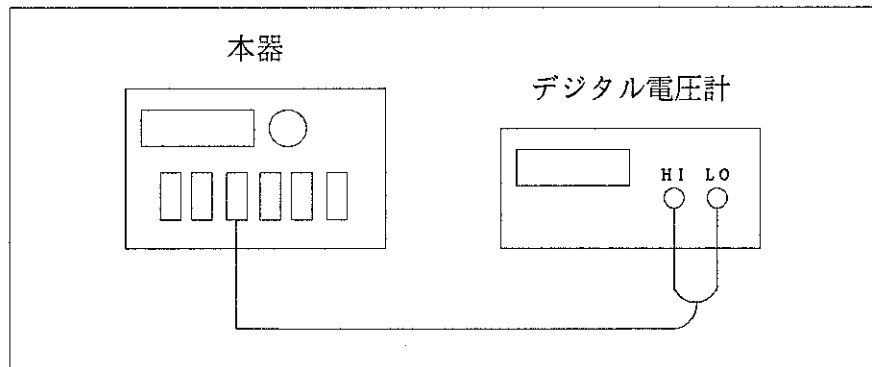

図10-3 電圧発生／測定の接続
- 1 本器の試験を実施するチャンネルとデジタル電圧計を [図10-3] に示すように接続します。